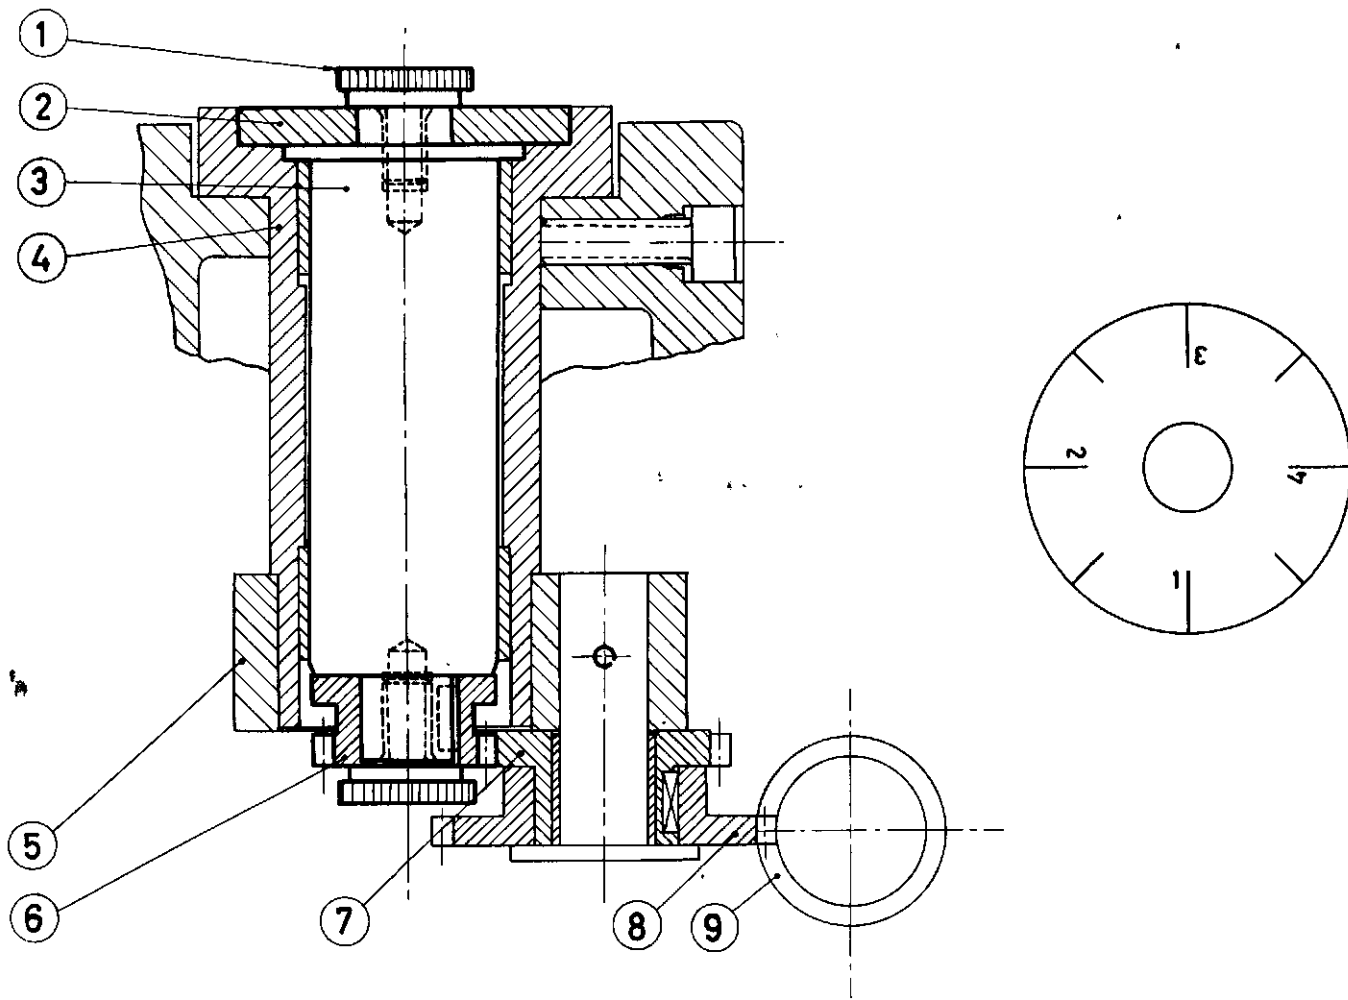

FIG.13A
4. Breng verdeelring B fig. 13A of ring 2 fig. 13 tegenover het merkstreepje door de kartelschroef, die de ring op zijn plaats houdt, vrij te zetten.